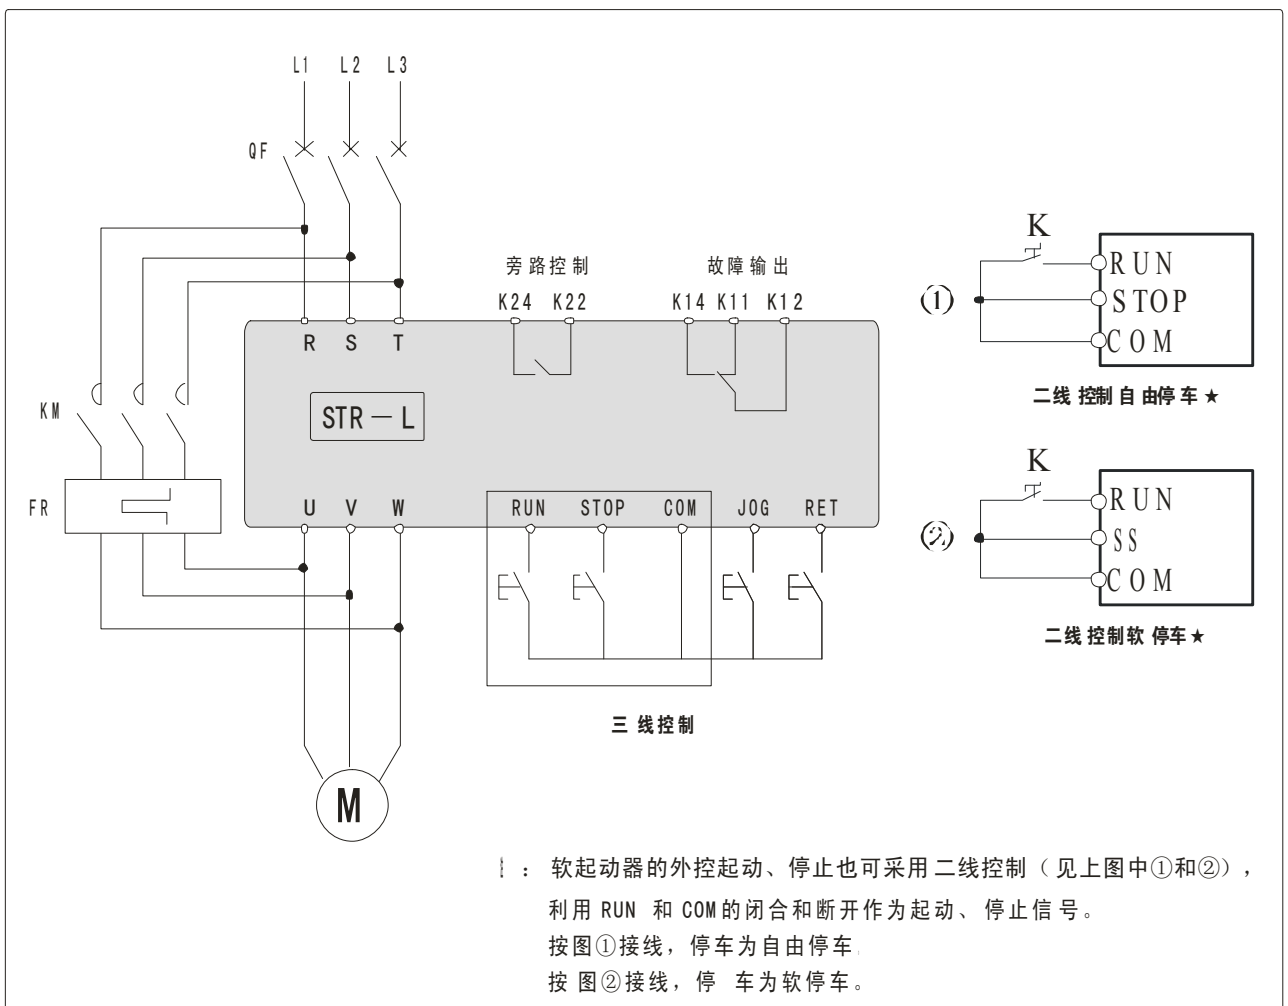

图 5-2
- STR 系列 L 型软起动器在起动完成后无在线运行功能，因此使用时必须配接旁路接触器 KM，详见图 5-2。
- STR 系列 L 型软起动器在起动完成并旁路接触器投入运行后，仅具备输入电压缺相保护功能，所以在使用时，电机侧必须加装热继电器 FR 或电机综合保护器来实现对电机的保护，详见图 5-2。
- L 型软起动器外部启动、停车控制有两种接线方式，即三线控制接线和两线控制接线，详见图 5-2。
③ 通过 SS 端子可实现软停车功能（详见图 5-2），软停车时间用户不可调整。
④ 表示外控有两种接线方式，详见基本接线图 5-2。
- ① 应根据负载的特性选择合适的起动模式。
- ② 为保证电机的软起动效果，斜坡初始电压不可设置过高，一般情况下设置为 25%~50% 范围内。
- ③ 电压的百分比是指即时引入电网电压的百分比。
- ④ 电流的百分比是指“当前额定电流指示” C8888 项显示电流值对应的电流百分比。
- ⑤ 当起停控制方式被设置为 3（键盘和外控均有效），而外控连接为两线控制方式时（详见图 5-2），键盘起动（RUN 键）和停止（STOP 键）无效。